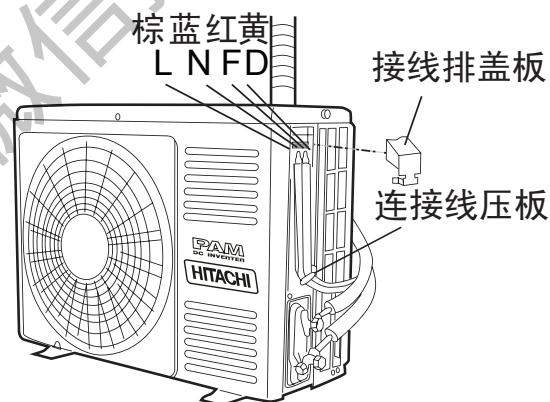

图22
- (1) 将接线排盖板取下。
- (2) 将连接电缆分别按图22正确的牢固连接。（紧固力矩为8~15kgf.cm）
- (3) 必须将黄/绿线接至带有“⊕”标志处的接地螺钉上。
- (4) 用连接线压板将连接电缆用螺钉紧固。
- (5) 完成接线后将接线排盖板重新安装凸台卡扣位置。
- (6) 将边盖重新安装。